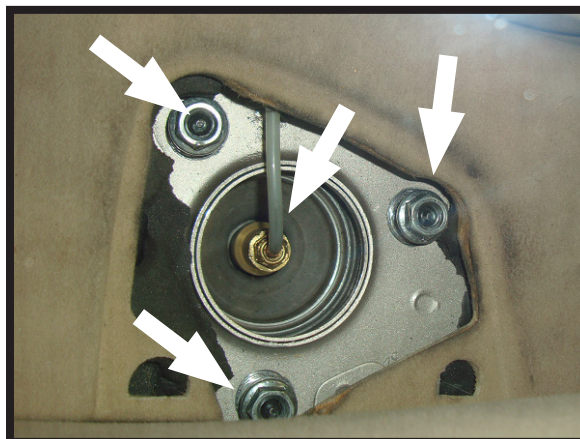

FIGURA 3
5. SVITARE E STACCARE I 3 DADI DI FISSAGGIO SULLA PARTE SUPERIORE DELL'AMMORTIZZATORE AD ARIA. SCOLLEGARE LA TUBAZIONE DELL'ARIA. (FIGURA 3)